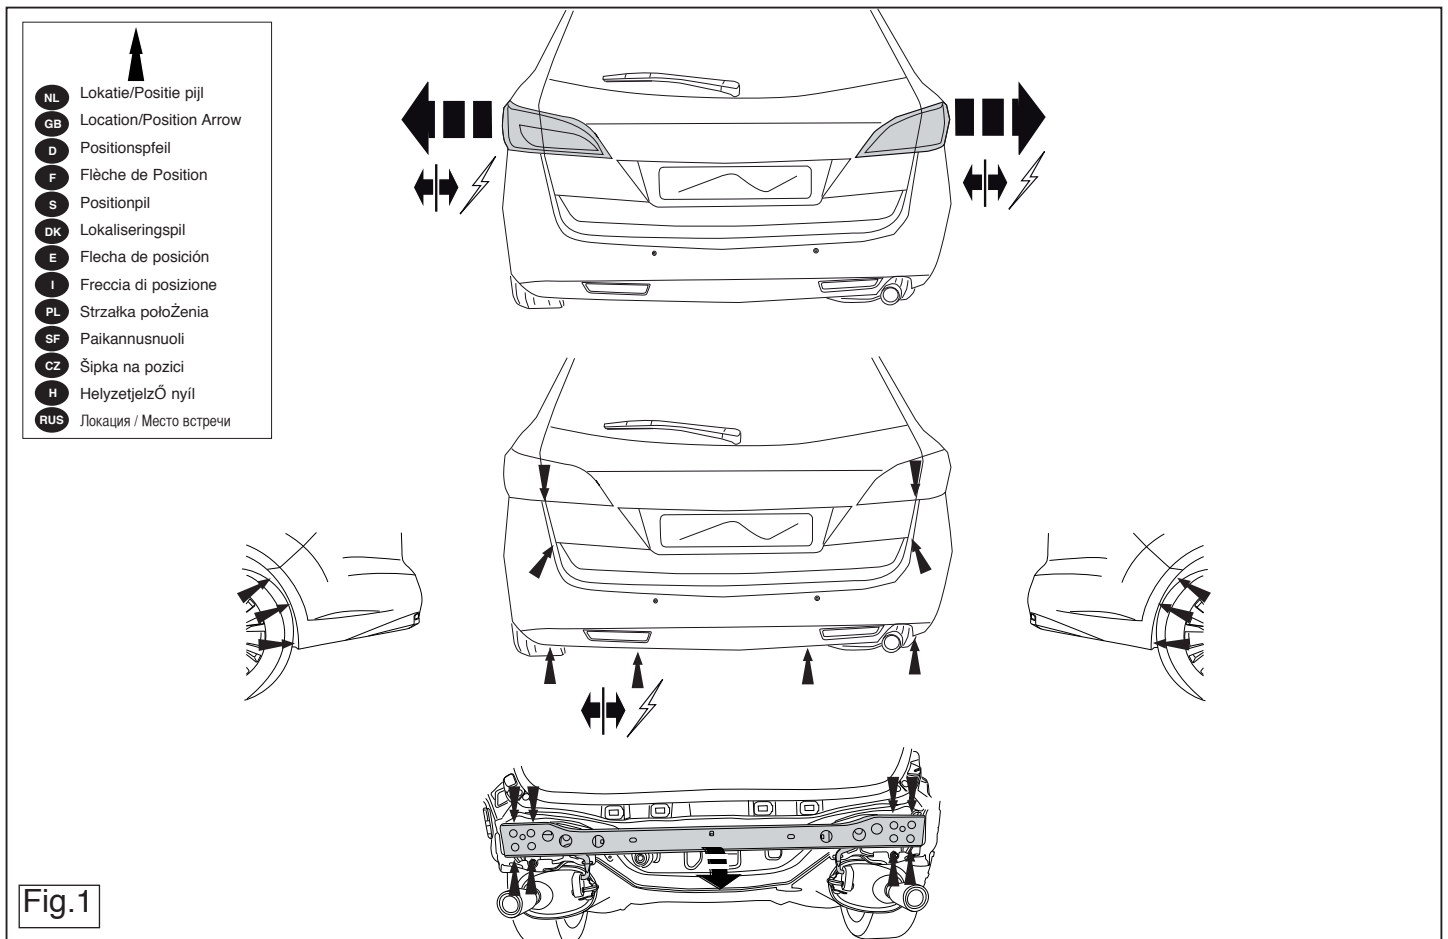

Fig.1
1. Dismantle the rear-lights and the bumper. See figure 1.
3. Remove the cross member from the vehicle. See figure 1.
3. Den Querträger vom Fahrzeug abmontieren. Siehe Abbildung 1.
1. Rücklichter und Stoßstange abmontieren. Siehe Abbildung 1.
1. Déposer les feux arrière et le pare-chocs. Voir la figure 1.
3. Démontez la traverse du véhicule. Voir la figure 1.
1. Demonter baglysene og kofangeren. Se fig. 1.
3. Demonter køretøjets tværvange. Se fig. 1.